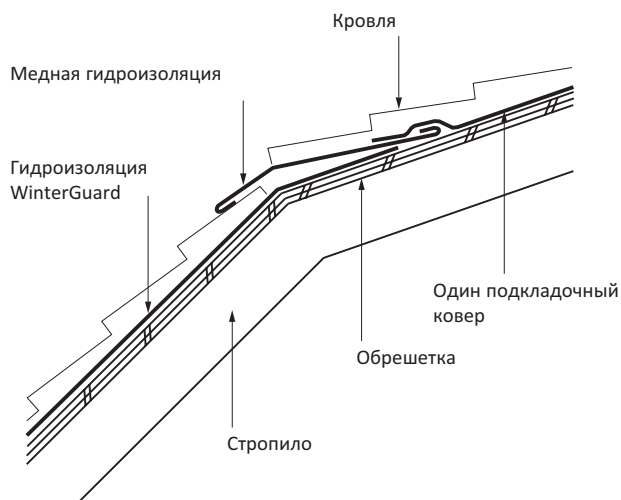

Рис. 6-24
2. КАПЕЛЬНИК ИЛИ ЖЕЛОБ: Уложите кровельные гонты на нижней части крыши до места стыка и отрежьте лишнюю часть кровельных гонтов по стыку настила. Уложите подкладочный ковер водонепроницаемого типа, например, WinterGuard™, на этот стык плоскостей настила для создания водонепроницаемого барьера. Водонепроницаемый подкладочный ковер должен быть уложен непосредственно в верхней части крыши и заходить на кровельные гонты в нижней части крыши приблизительно на 12 см. Установите окрашенную подпорную доску 25х150 мм (водонепроницаемый подкладочный ковер должен быть полностью закрыт этой доской) на самом верху нижней части крыши, и затем установите на этой доске либо капельник, либо желоб. Уложите кровельные гонты до верхней плоскости стандартным способом укладки, позволяя начальным кровельным гонтам и кровельным гонтам первого ряда выступать над капельником или желобом примерно на 13–19 мм. См. Рис. 6-24 ниже.